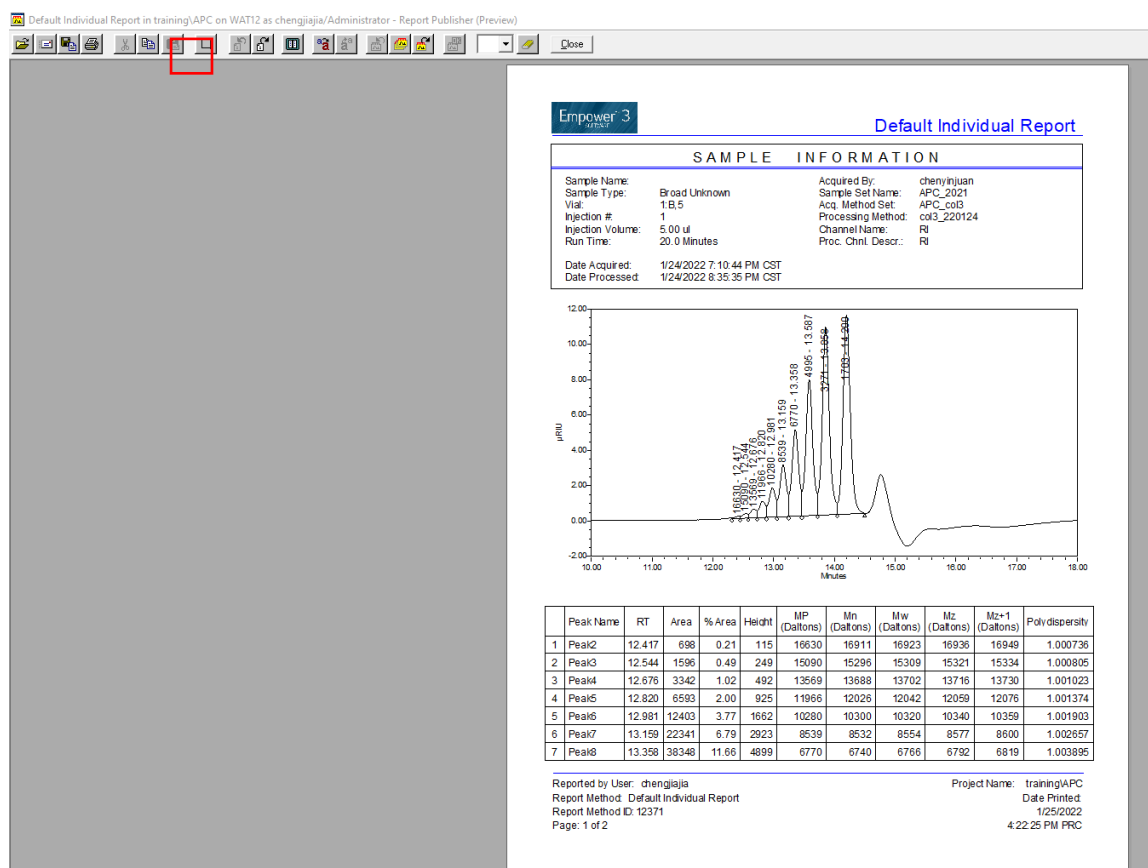

图6-68
Step 3: 点击报告预览界面左上角打印机快捷图标，弹出如图6-68所示的对话框：选择Microsoft Print to PDF，点击OK；样品保存路径为4-APC-Waters/PI姓名/学生姓名，按日期新建文件夹，输入保存结果的文件名称，点击Save。